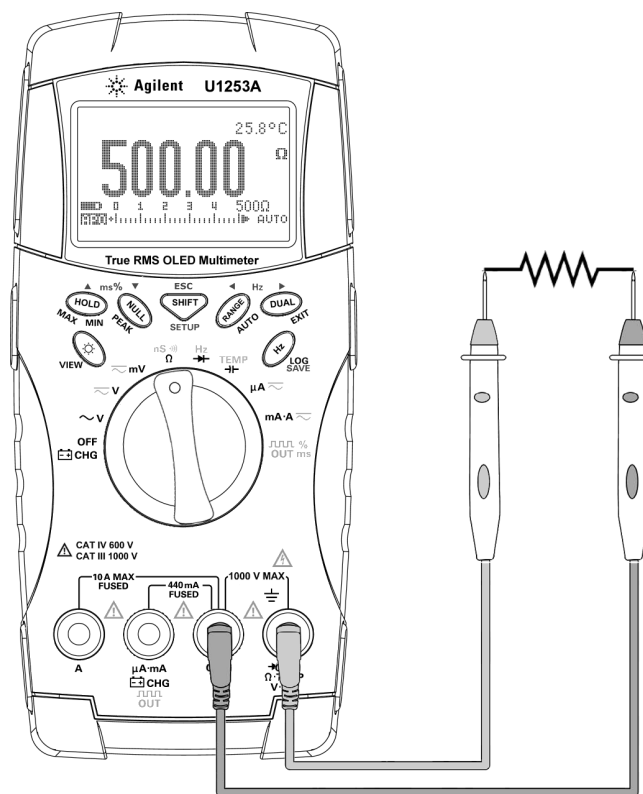

Figura 2-7 Medir a resistência
- 2 Conecte os fios de teste vermelho e preto aos terminais de entrada Ω (vermelho) e COM (preto) respectivamente (consulte a Figura 2-7 na página 41).